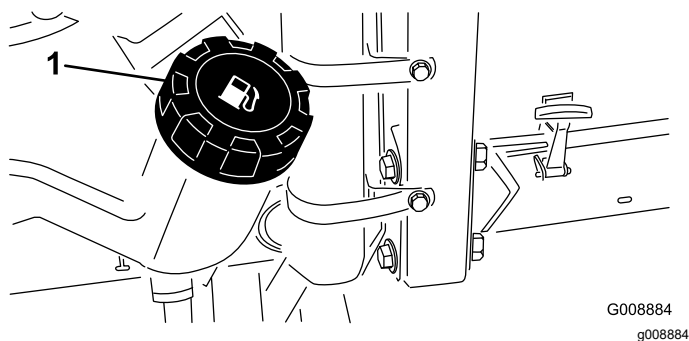

Figura 28
1. Limpie la zona alrededor del tapón del depósito de combustible (Figura 28).